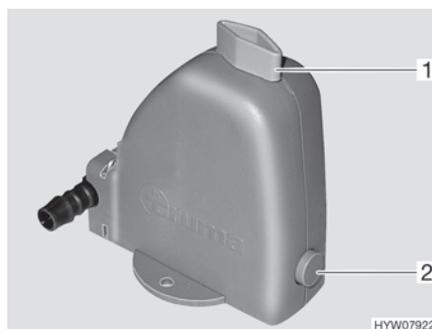

Fig. 112 Valve de sécurité et de vidange
Le chauffage est équipé d'une valve de sécurité et de vidange (Fig. 112). La valve de sécurité et de vidange évite que l'eau destinée à la préparation d'eau chaude ne gèle lorsqu'en cas de gèle, le chauffage n'est pas en marche.
- Fermer la valve de sécurité et de vidange. Tourner pour cela le bouton rotatif (Fig. 112,1) dans le sens transversal par rapport à la valve de sécurité et de vidange et enfoncez le bouton-poussoir (Fig. 112,2).
- Ouvrir la valve de sécurité et de vidange. Tourner le bouton rotatif (Fig. 112,1) dans le sens longitudinal par rapport à la valve de sécurité et de vidange. Le bouton-poussoir (Fig. 112,2) ressort. Le récipient d'eau sanitaire est vidé via la valve de sécurité et de vidange.